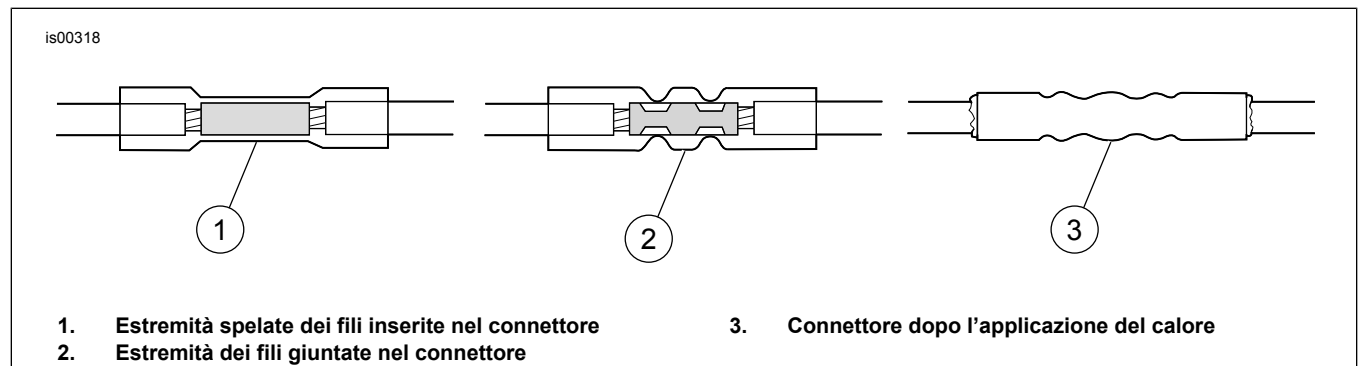

Figura 2. Connettori a giunto di testa a tenuta
2. Vedere Figura 2. Inserire i due fili neri degli indicatori di direzione nelle estremità opposte di un connettore a giunto di testa. Inserire i due fili viola/marrone dell'indicatore di direzione nelle estremità opposte di un secondo connettore a giunto di testa.